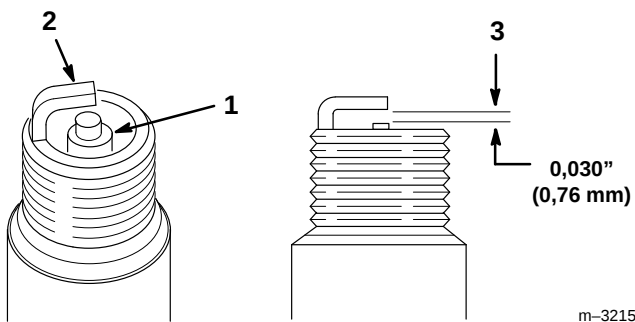

Abbildung 28
1. Auf die Mitte der Zündkerze sehen (Abb. 28). Wenn am Elektrodenisolator eine leicht braune oder graue Verfärbung sichtbar ist, läuft der Motor gut. Eine schwarze Beschichtung auf dem Isolator weist gewöhnlich auf einen verschmutzten Luftfilter hin.
2. Den Luftspalt zwischen der mittleren und der seitlichen Elektrode kontrollieren (Abb. 28). Die Seitenelektrode (Abb. 28) biegen, wenn der Abstand nicht korrekt ist.